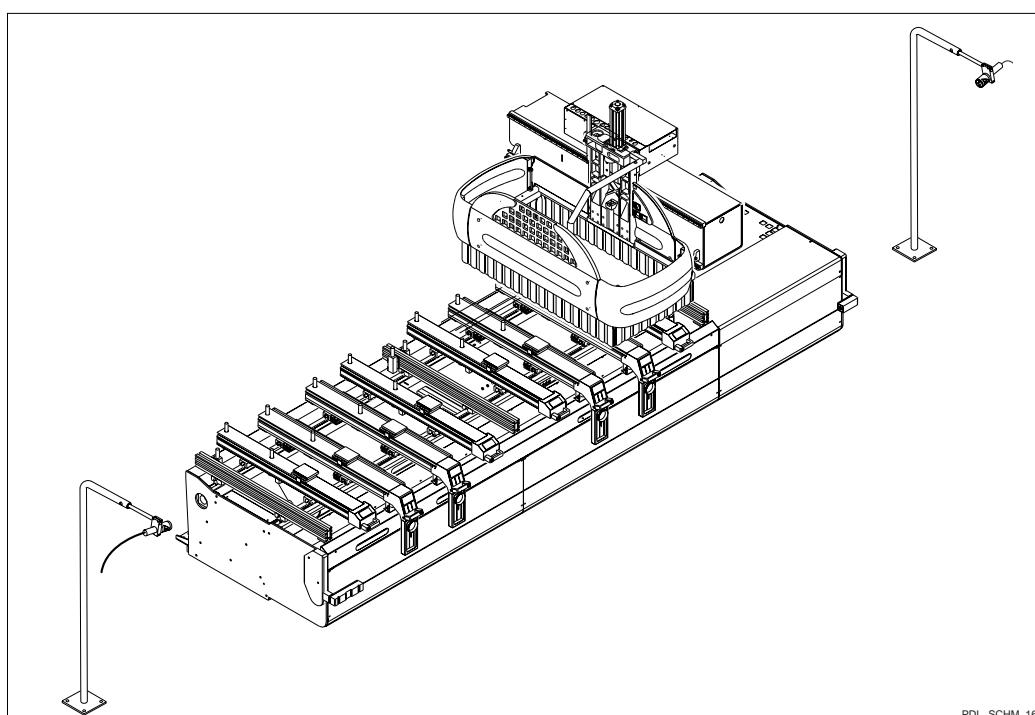

Fig. 20
- posizionare i supporti ai lati della macchina come da schema di fig. 20